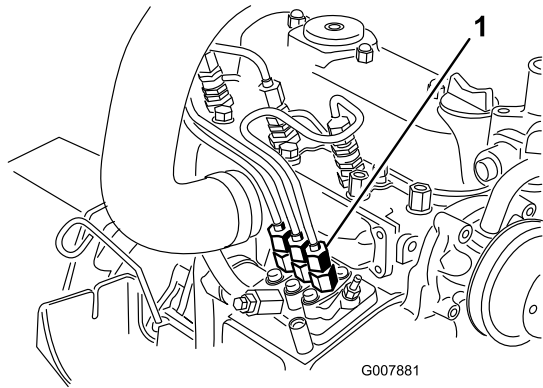

図 46
- 燃料噴射ポンプから No.1インジェクタノズル（図 46）へのパイプ接続部の下にウェスを当て、パイプの接続をゆるめる。